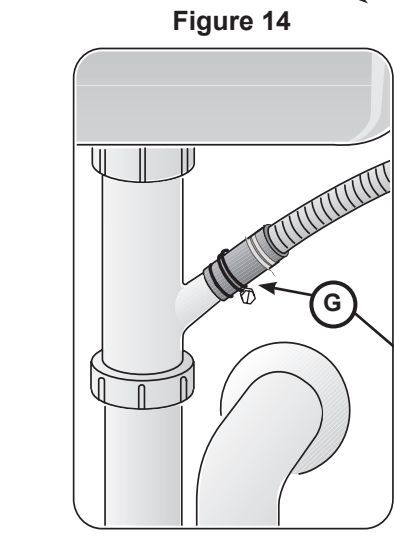

Figure 14
4. Utiliser la bride fournie pour fixer l'adaptateur de tuyau de vidange en caoutchouc à la tuyauterie résidentielle (voir la **Figure 14**).